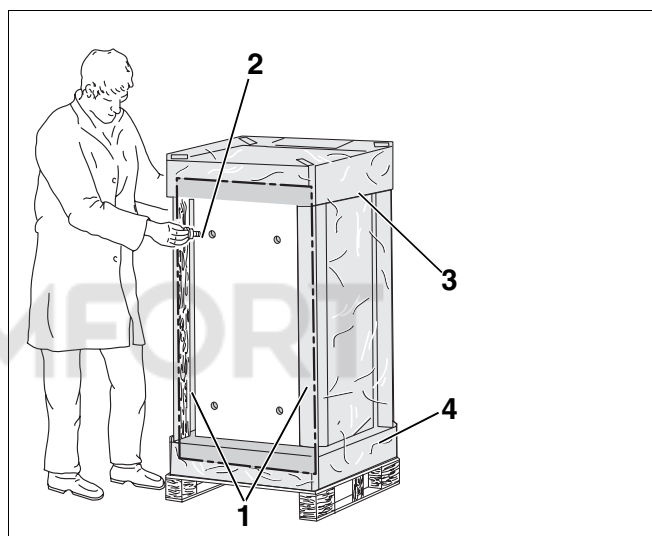

Рис. 3 Вырезать упаковочную пленку и ввернуть опорные болты
- Вырезать упаковочную пленку на стороне, противоположной наклейке "Верх бака" (рис. 3).
- Ввернуть 4 опорных болта, (рис. 3, **поз. 2**) входящих в поставку отопительного котла, на 15–25 мм.
- Удалить обе деревянные угловые планки (рис. 3, **поз. 1**) на нижней стороне бака-водонагревателя.